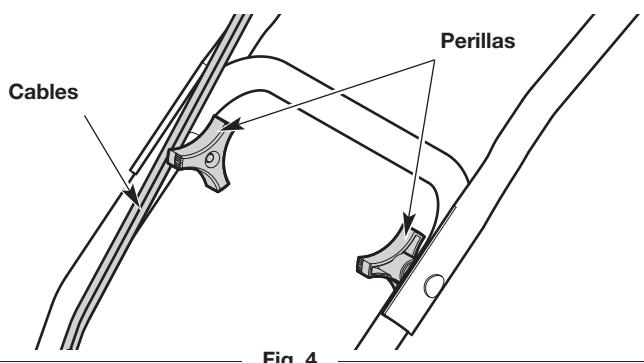

Fig. 4
2. Afloje las perillas (Fig. 4).
- NOTA: Se debe ser precavido para evitar apretar los cables cuando se ubican las barras de control (Fig. 4).